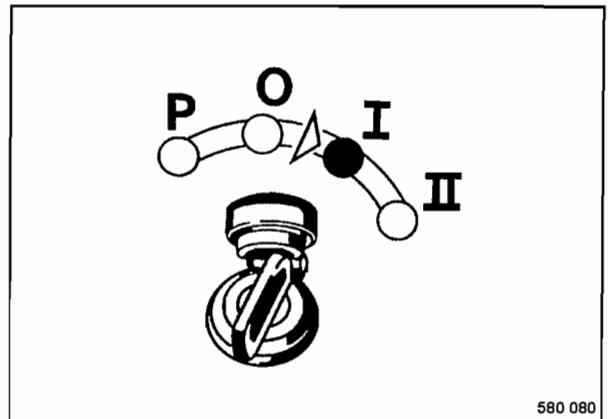

Fig. 30
- Girar la llave de encendido (Fig. 30) a posición "I".